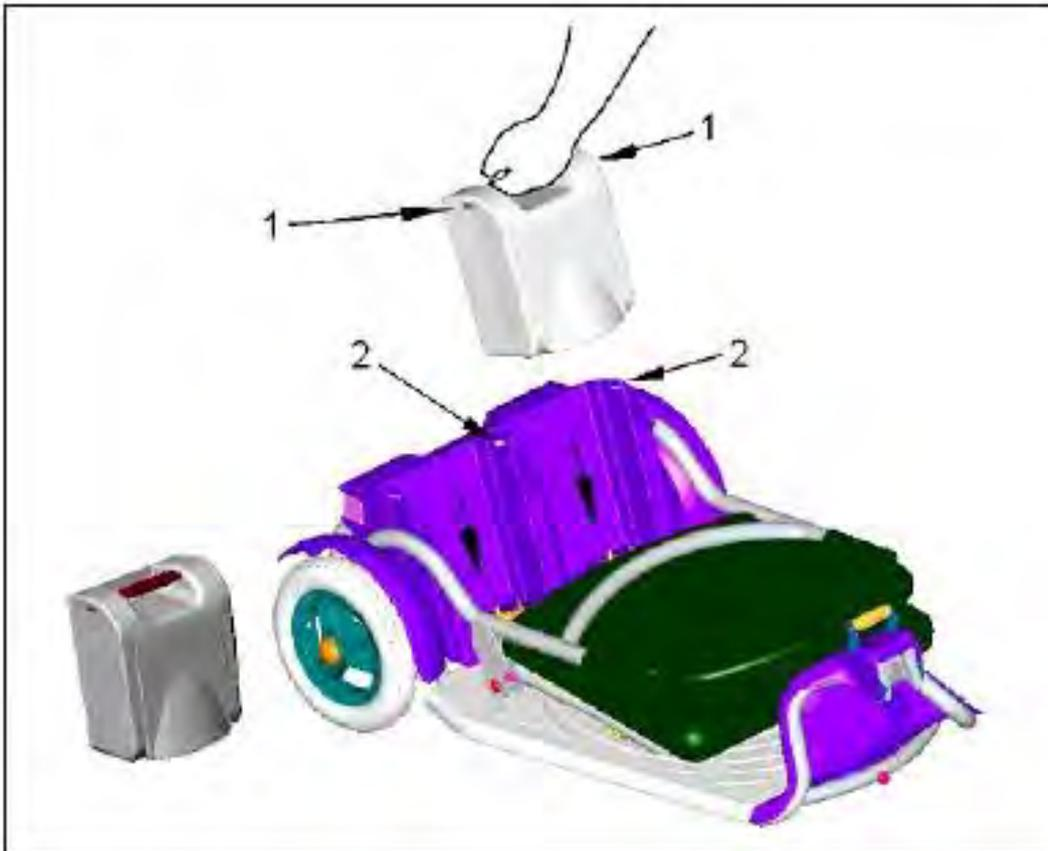

Figura 5
Por favor, consulte figura 5: Coloque las dos baterías en la parte trasera del marco deslizándolas sobre las guías siguiendo la dirección de la flecha. Asegúrese de que cuando las baterías están completamente abajo, los dos cierres a presión (1) están anclados al bastidor (2).